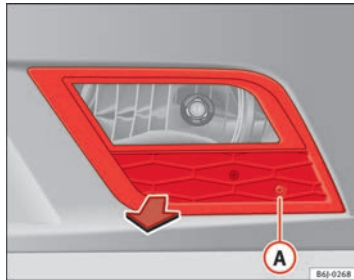

Abb. 153 Nebelscheinwerfer
- Entfernen Sie die Schraube ⇒ Abb. 153 (A) mit einem Schraubendreher aus dem Gitter des Nebelscheinwerfers.